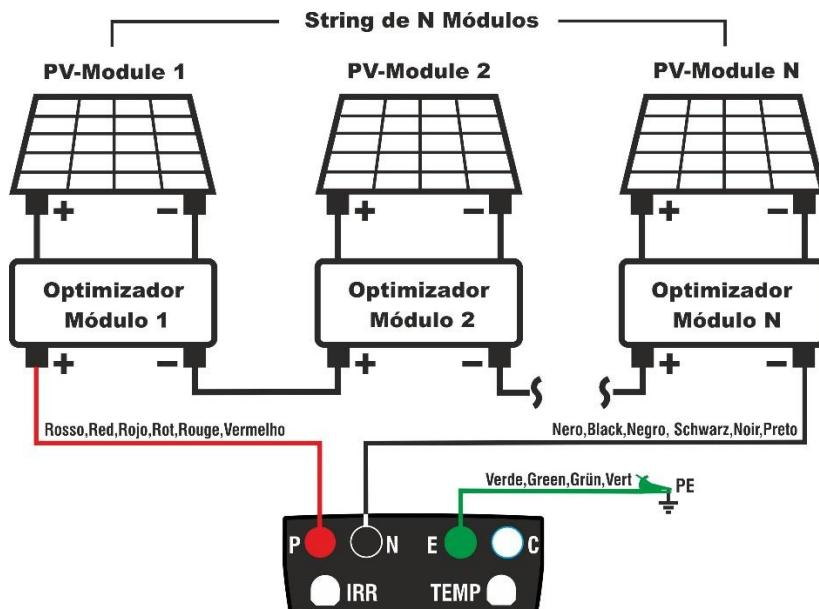

Fig. 10: Conexión del instrumento para la medida de aislamiento con optimizadores
- Conecte el instrumento a la salida de la serie de optimizadores asociados a la string en pruebas como se muestra en la Fig. 10. En particular, conecte el polo Positivo de la salida del **primer optimizador** en la entrada P, el polo Negativo de la salida **del último optimizador** al terminal N y el terminal E al nodo principal de tierra de la instalación
- Conecte el instrumento a la salida de la serie de optimizadores asociados a la string en pruebas como se muestra en la Fig. 10. En particular, conecte el polo Positivo de la salida del **primer optimizador** al terminal P, el polo Negativo de la salida del **último optimizador** al terminal N y el terminal E al nodo principal de tierra de la instalación